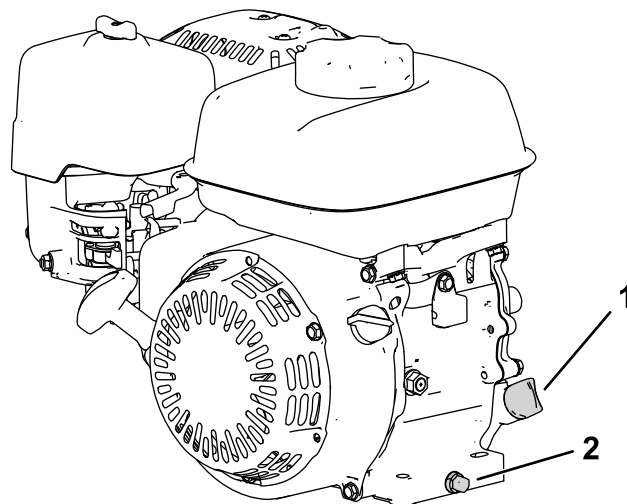

Figure 25
2. Placez la machine de sorte que le moteur soit de niveau, puis nettoyez la zone autour du tube de remplissage (Figure 25).
- Enlevez le bouchon de vidange, la rondelle et la jauge (Figure 25).